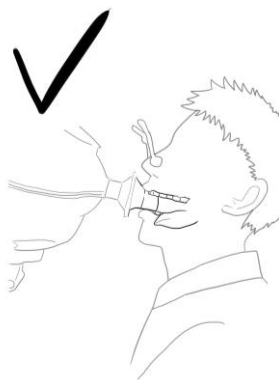

Figura 47 - Corretto posizionamento della lingua durante la misura FOT
- Assicurarsi che il paziente non occluda il percorso dell'aria ponendo la lingua o i denti tra la bocca e il filtro. (Figura 47)